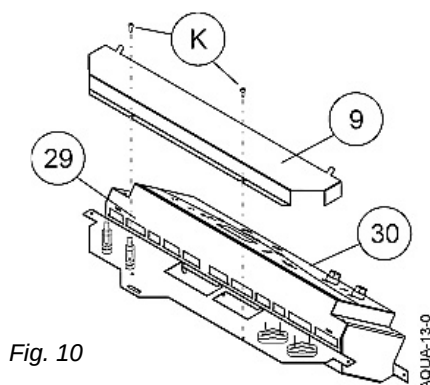
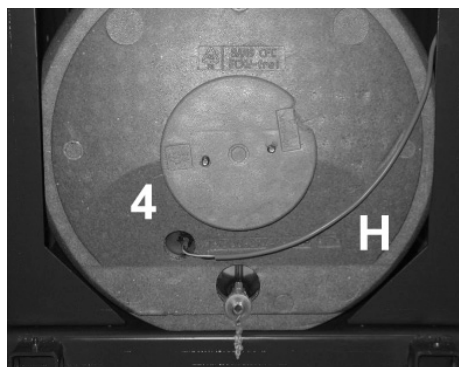

Fig. 10
Fig. 11
7.2 Aansluiting aan klemmenblok (fig. 10)
De elektrische aansluiting van de sanitaire laadpomp (fig. 3, nr. 6), van de pomp voor het sanitaire circuit (fig. 3, nr. 8) en van de sanitaire sensor (fig. 11, nr. 4) aan de boiler, gebeurt aan de klemmenblok (29) op de achterkant van het besturingspaneel (30) van de ketel FCX.
- De 2 bevestigingsschroeven (K) van de afdekkap (9) losdraaien.
- Vervijder de beschermkap (9) van de klemmenblok.
- De diverse elektrische aansluitingen aan de klemmenblok (29) uitvoeren.
7.2 Raccordement au bornier (fig. 10)
Le raccordement électrique de la pompe de charge sanitaire (fig. 3, n° 6), de la pompe de bouclage sanitaire (fig. 3, n° 8) et de la sonde sanitaire (fig. 11, n° 4) du ballon s'effectue au bornier de raccordement (29) situé derrière le tableau de commande (30) de la chaudière FCX.
- Dévisser les 2 vis de fixation (K) du capot de protection (9).
- Oter le capot de protection du bornier (9).
- Effectuer les divers raccordements électriques au bornier (29).
7.2.1 Sanitaire sensor (fig. 11 - 13)
- De kabel (H) van de sanitaire sensor rechts langs binnen door mantel van de boiler steken. Dan door het gat (16) steken dat hiervoor voorzien is in de sokkel van de ketel.
- De kabel (H) van de sensor aan de 2-polige stekker "SPF" van de klemmenblok van de ketel aansluiten.
7.2.1 Sonde sanitaire (fig. 11 - 13)
- Faire passer le câble (H) de la sonde sanitaire (4) par l'intérieur droit de l'habillage du ballon puis dans l'orifice (16) prévu à cet effet dans le socle de la chaudière.
- Raccorder le câble (H) de la sonde au connecteur 2 pts du bornier de la chaudière à l'emplacement "SPF".